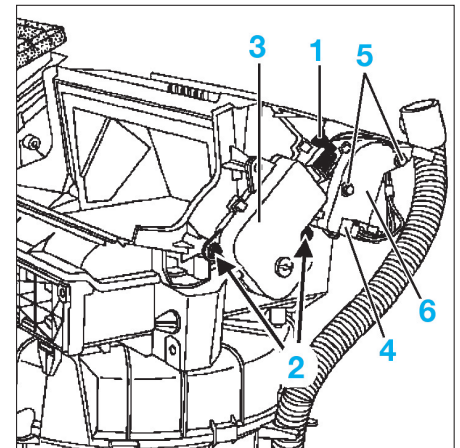

FIG. 21
- Débrancher le connecteur (1) (fig. 21).
- Débrancher le connecteur (4) (fig. 21).
- les vis de fixation (5).
- le moteur de recyclage (6).